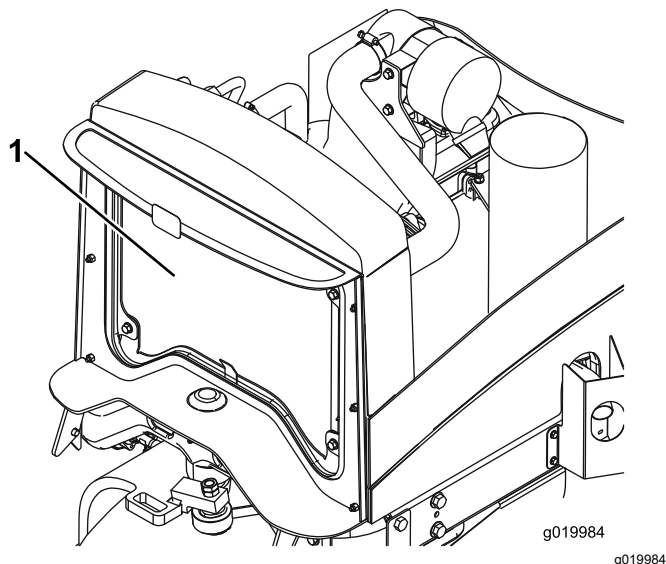

図 60
2. オイルクーラ/ラジエーターの裏表を圧縮空気で丁寧に清掃する 図 60。